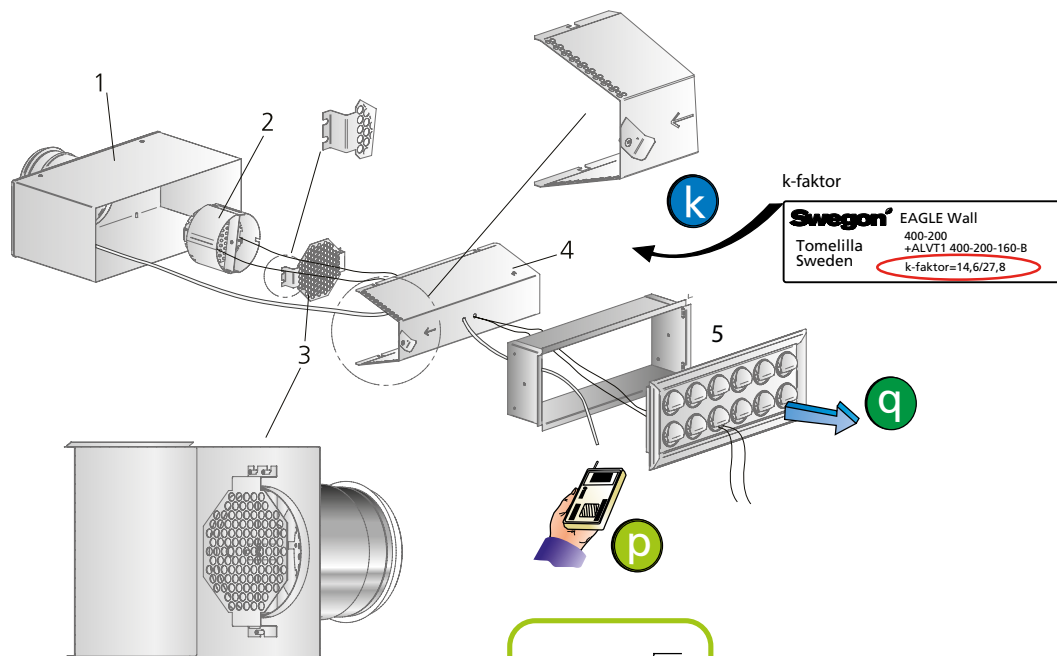

Abbildung 1. Montage. Einregulierung
Siehe Abbildung 1.
4. Montage und Demontage der zugehörigen Teile geht aus Abb. 1 hervor.
Der Luftauslass wird bei Bedarf mit lauwarmem Wasser mit Zusatz von Geschirrspülmittel bzw. alternativ mit Staubsauger und Bürste gereinigt. Das Kanalsystem ist nach Demontage bis zum Anschlusskasten zugänglich. Siehe Abbildung 1.